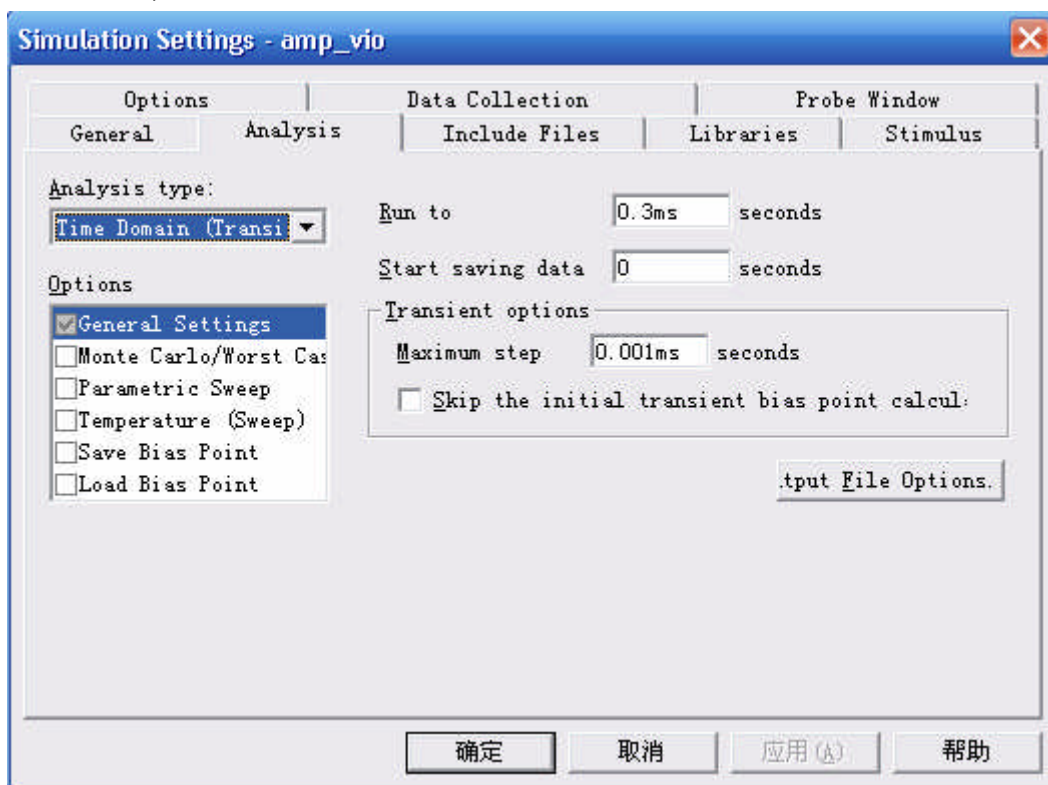

图 7.9 瞬态分析的具体设置
- j) 新建一个仿真文件 amp_vio 文件，并选择瞬态分析，具体设置如下图 7.9 所示：